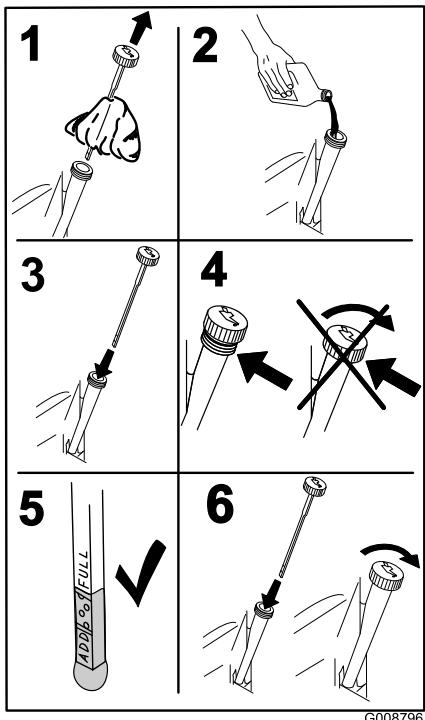

図 40
5. 所定量の 80% 程度のオイルをゆっくり入れ、そこから、残りの量を注意深く足して FULLマークまで入れる（図 40）。